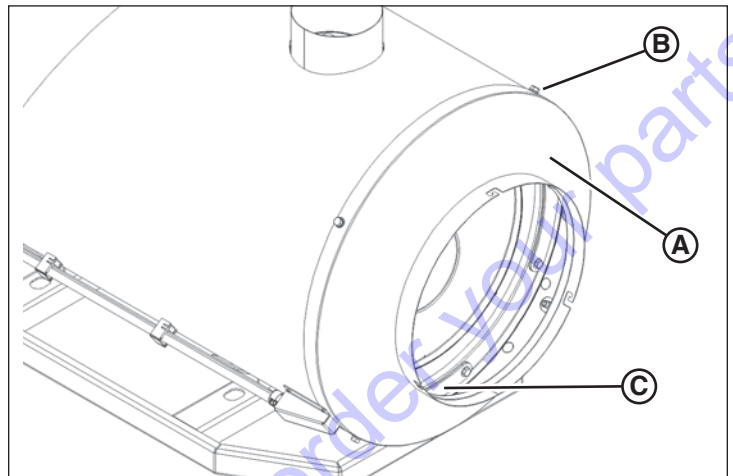

Figura 49
1. Retire el cono de la salida de aire (A, Figura 49). Para ello retire los tornillos (B) que lo fijan al calentador.
3. Coloque la placa curvada (C, Figura 49) en la parte inferior de la cámara de combustión. Quite los tornillos que fijan la placa y saque esta última y la empaquetadura.